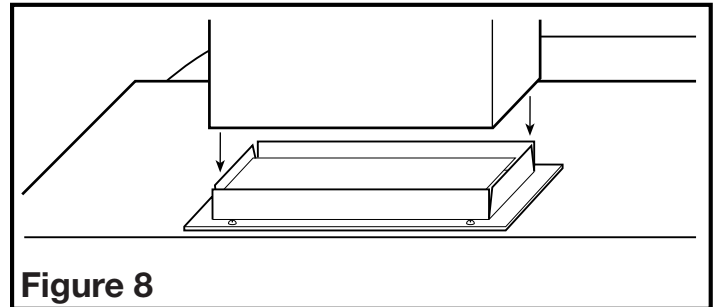

Figure 8
1. Connectez la canalisation au col du conduit de la hotte. Assurez-vous que les joints des conduits et les pénétrations extérieures sont scellés avec du mastic ou tout autre matériau similaire pour créer un passage d'air étanche afin de minimiser la perte ou le gain de chaleur et réduire le risque de condensation. Placez / enveloppez l'isolant autour du conduit et / ou ventilateur afin de minimiser la possibilité d'accumulation de condensation à l'intérieur du conduit, ainsi que la perte ou le gain de chaleur (Figure 8).